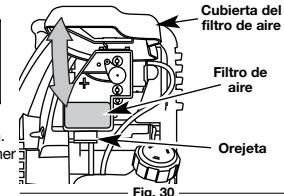

Fig. 30
1. Abra la tapa del filtro de aire. Empuje hacia adentro la lengüeta que está en lado inferior de la tapa. Despues hale hacia afuera y arriba la tapa del filtro de aire. (Fig. 30).
8. Gire la tapa hacia abajo hasta que la lengüeta de la placa posterior del filtro de aire se enganche en la ranura de la tapa del filtro de aire (Fig. 30).